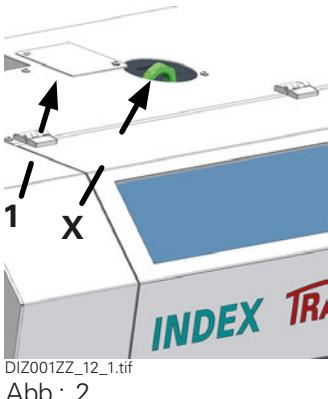

Abb.: 2
Nach erfolgtem Krantransport unbedingt die Ringschrauben (X) auf beiden Seiten entfernen und die Transportöffnungen mit beigelegten Abdeckblechen (1 in Abb.: 2+3) verschließen.